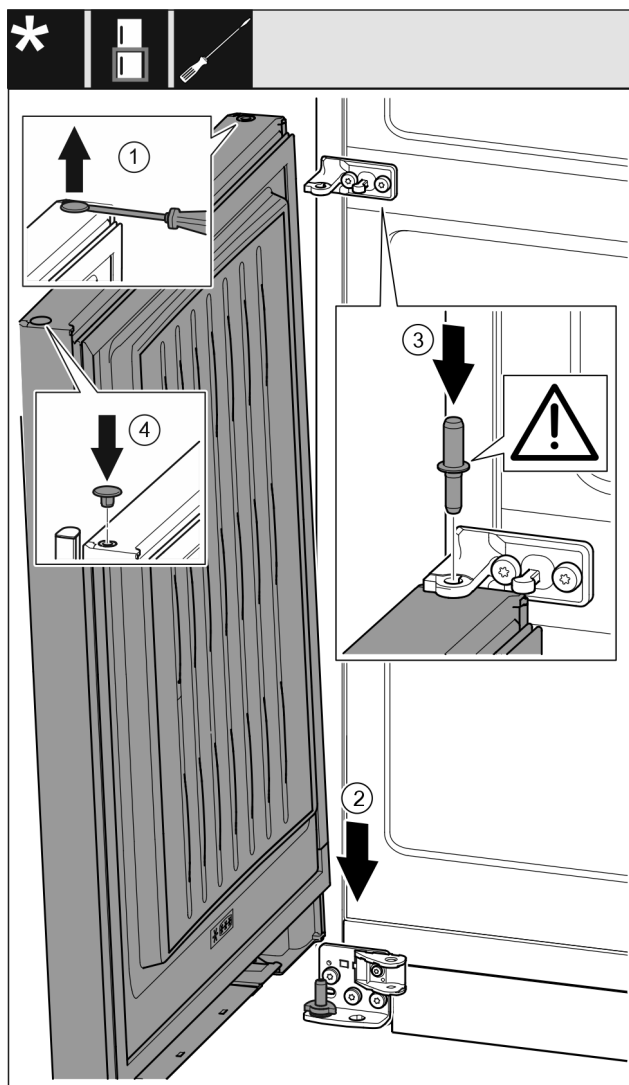

Fig. 52
- Sollevare il tappo Fig. 52 (1) con cautela con un cacciavite a intaglio ed estrarlo.
- Inserire la porta Fig. 52 (2) dall'alto sul perno di supporto inferiore.
- Inserire il perno di supporto centrale Fig. 52 (3) attraverso il blocco di supporto centrale nella porta inferiore. Facendo ciò assicurarsi che la camma di arresto sia rivolta all'indietro.
- Reinserire il tappo Fig. 52 (4) sull'altro lato della porta.